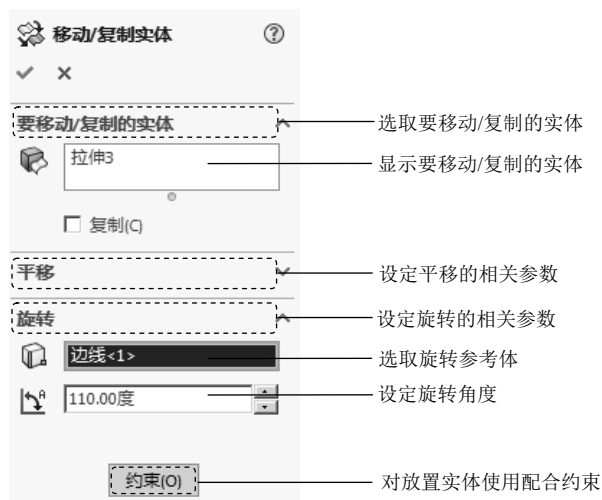

图 5.18.7 “移动/复制实体”对话框
Step5. 定义旋转角度。在如图 5.18.7 所示的 **旋转** 区域的  文本框中输入数值 110.00。